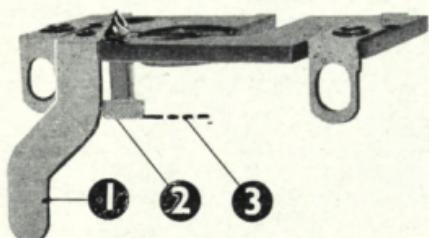

Fig. 42
a) Suppression du fil de liaison remplacé par une patte de connexion (1).
b) La lame de contact (3) (également repère 3, page 25) montée sur un support isolant (repère 4, page 25) fixé sur la platine arrière, est maintenant intégrée à la plaquette électrique et est livrée séparément pour être fixée sur le plot (2). Cette lame de contact est représentée en pointillé sur la figure 42.
Au chapitre XVI fig. 42 il est dit que la lame de contact ancienne-